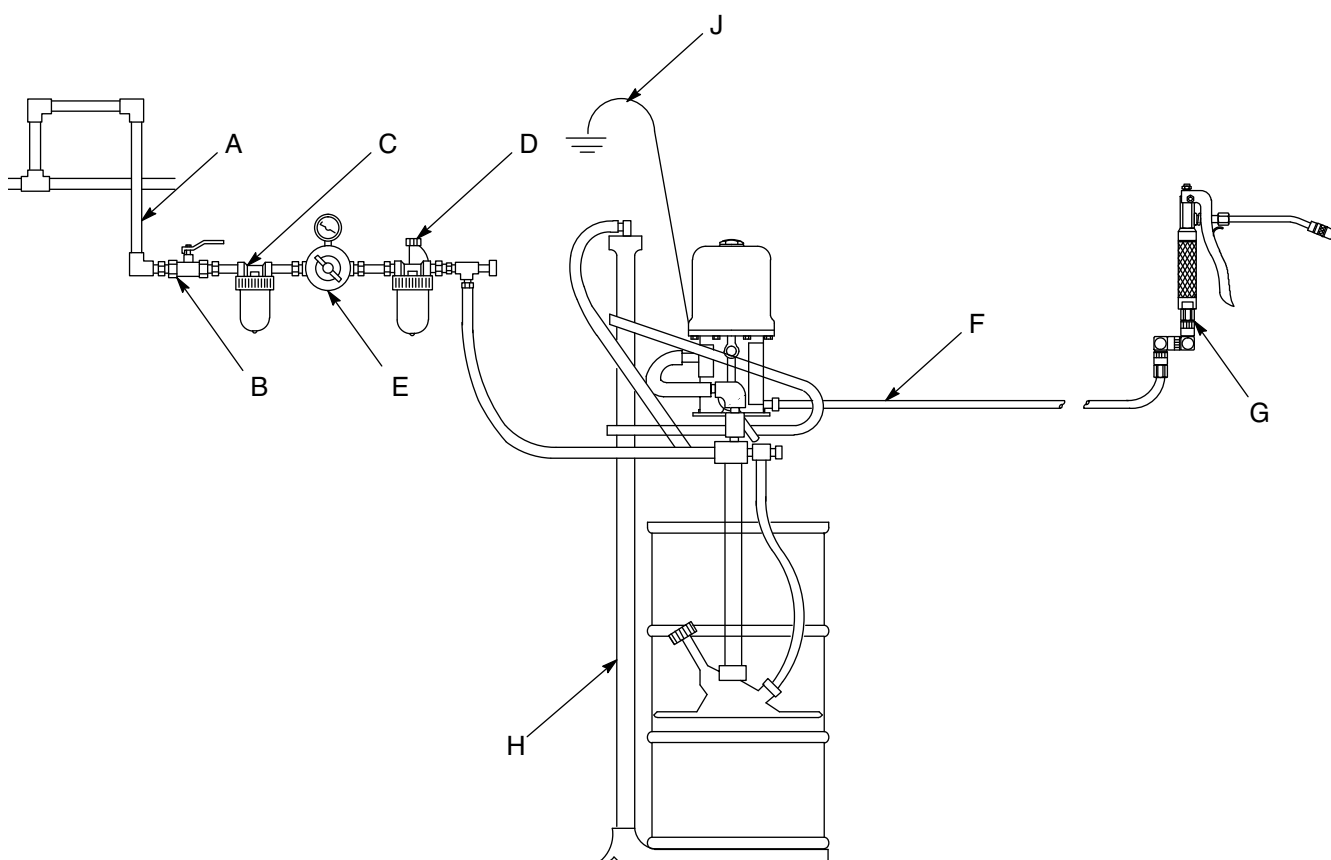

Рис. 2: Типовой монтаж
Установите вспомогательные принадлежности для линии подачи воздуха в порядке, приблизительно соответствующем указанному на Рис. 2. Установите главный воздушный клапан стравливающего типа (B) в доступном месте на насосе выше регулятора давления воздуха. Установите воздушный фильтр (C) для удаления вредных загрязняющих веществ и влаги из подаваемого сжатого воздуха. Для автоматической смазки пневмодвигателя установите лубрикатор линии подачи воздуха (D) рядом с отверстием впуска воздуха в насос.
Используйте регулятор давления воздуха (E) для управления скоростью насоса и давлением жидкости. См. Рис. 2. Всегда устанавливайте самое низкое давление, необходимое для получения требуемых результатов.